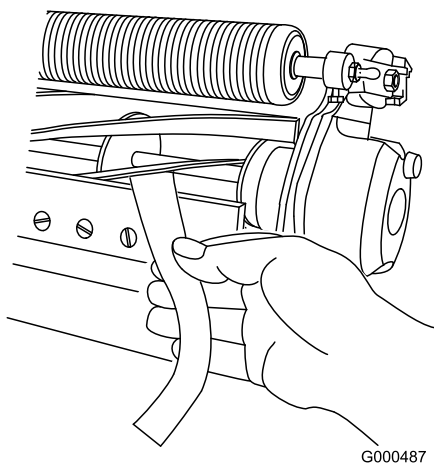

Figura 47
11. Pruebe el rendimiento de corte insertando una tira larga de papel de prueba del rendimiento de corte (Pieza Toro N° 125-5610) entre el molinete y la contracuchilla, perpendicular a la contracuchilla (Figura 47). Gire el molinete lentamente hacia adelante; debe cortar el papel.